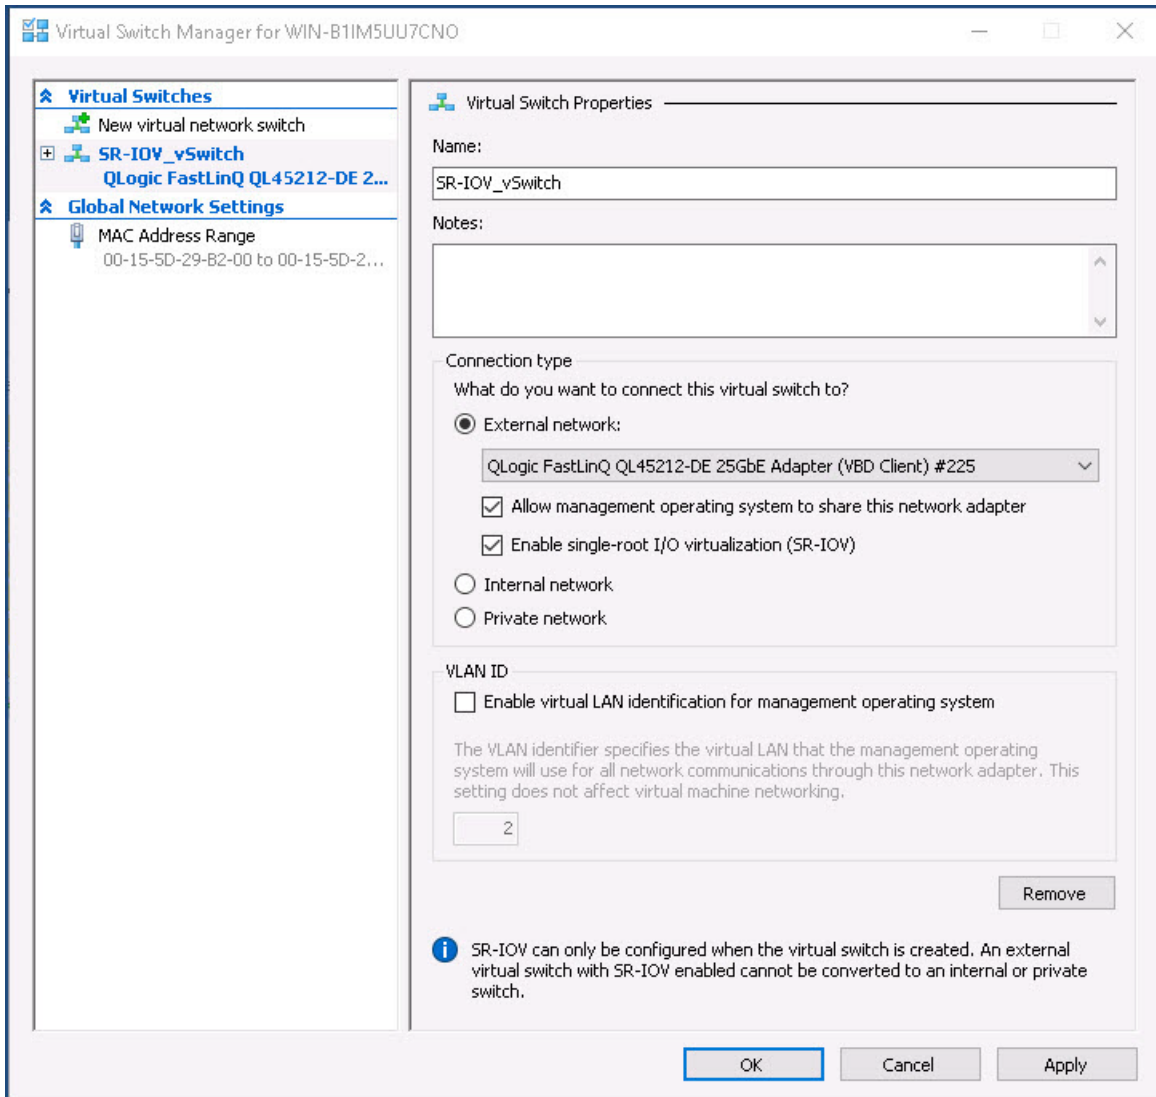

Figure 8-4. Gestionnaire de commutateur virtuel : Activation de SR-IOV
10. Pour créer un commutateur de machine virtuelle avec SR-IOV (Figure 8-4 à la page 90) :